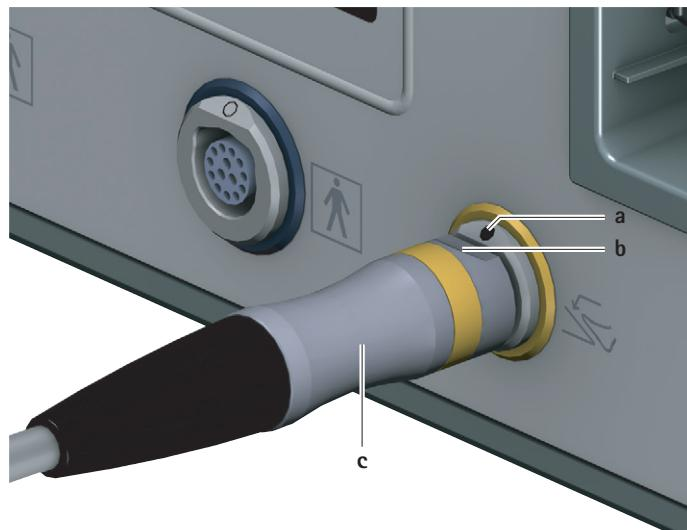

Abb. 2 Fußsteuerung anschließen
- Stecker der Fußsteuerung **c** so ausrichten, dass die Markierung **b** auf dem Stecker mit der Markierung **a** auf der Anschlussbuchse Fußsteuerung **6** übereinstimmt, siehe Abb. 2.
- Stecker der Fußsteuerung c aus Anschlussbuchse Fußsteuerung 6 ziehen, siehe Abb. 2.